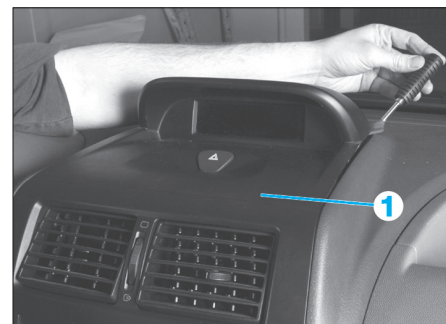

Fig. 15
- Dégrafer la garniture (1) de l'écran multifonction (avec ou sans navigation) (Fig.15).